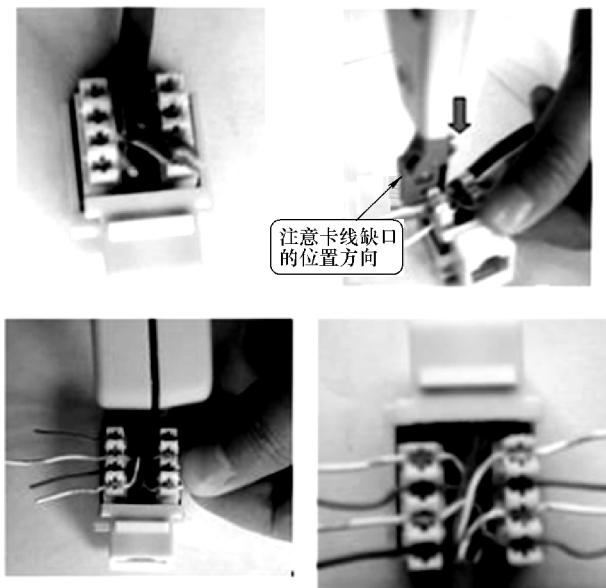

图 6-30 信息模块的连接过程
4) 将 8 根线芯的末端用压线钳的剪线刀口剪齐，这里采用 T568A 的线序标准进行连接，按照模块提示进行连接，将双绞线线头对准信息模块相对应颜色的线槽内，确认线头的颜色顺序无误后，将已放好的线压入线槽的金属卡片中卡好，按照同样的方法完成其他的连接，完成后如图 6-30 所示。